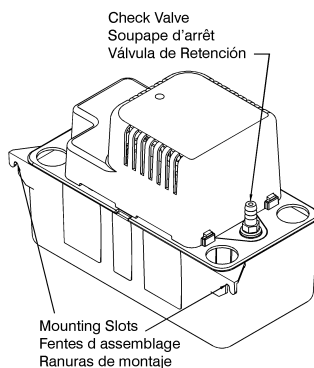

Fig. 5
- Mounting the pump: the tank has two slots provided to mount the unit. The slots are located on the ends of the tank (Figure 5). The unit should be
- The outlet piping should be flexible tubing secured with a hose clamp (not provided) or pipe (3/8 inch I.D. maximum to prevent excessive flow back to unit). From condensate unit, extend discharge piping straight up as high as necessary. Do not extend this line above the head/GPH of the particular model being installed. From this high point, slope discharge line down slightly to a point above drain area; then turn down and extend to a point below or approximately level with the bottom of the condensate unit. This will give a siphoning effect which will improve efficiency of the condensate unit and will, in most cases, eliminate the need for a check valve (Figure 5). If it is not possible to slope discharge line down, make an inverted "U" trap directly above the pump at the highest point.
3. Montage-Deux fentes situées à l'extrémité du couvercle de réservoir, permettent le montage. Celui-ci doit être fait près d'un climatiseur ou d'un mur (Figure 5). La pompe doit être à niveau et l'arrivée doit se trouver sous le serpentin d'écoulement. Son carter en plastique n'est pas compatible avec la tuyauterie.
- Le tuyau de sortie, s'il est flexible, doit être fixé avec une pince à tuyaux (non comprise). S'il est rigide, il ne doit pas dépasser 3/8 po (0,5 cm) de D.I., afin d'éviter un reflux excessif vers la pompe. À partir de l'unité d'extraction, étirer verticalement le tuyau d'écoulement jusqu'à la bonne hauteur. Ne pas l'étirer au dessus de la tête/GPH du modèle installé. De ce point haut, incliner légèrement le tuyau d'écoulement vers un point situé au-dessus de lieu d'écoulement; rabattre et étirer jusqu'à un point situé en-dessous ou à peu près au même niveau que le bas du système de condensation ce qui donnera un effet de siphon qui en augmentera l'efficacité et éliminera pratiquement l'installation d'une soupape d'arrêt (Figure 5). S'il n'est pas possible d'incliner le tuyau d'écoulement, faire un branchement en U inversé, à un point situé le plus haut au-dessus de la pompe.